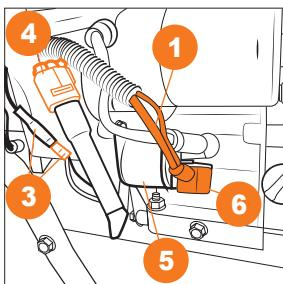

Рис. 17.1
- Плюсовый кабель красного цвета 1, идущий от панели управления подключаем к реле электростартера 5. Устанавливаем шайбу, пружинную шайбу и затягиваем гайку ключом 10 мм. Закрываем красным резиновым колпачком 6 (Рис. 17.1).
- Соединяем белую пластиковую фишку кабеля фары 4 (Рис. 17.1).
- Подключаем коричневый кабель управления электростартера 3, идущий от панели управления к черно-белому кабелю, идущему от электростартера. Закрываем резиновым кембриком (Рис. 17.1).